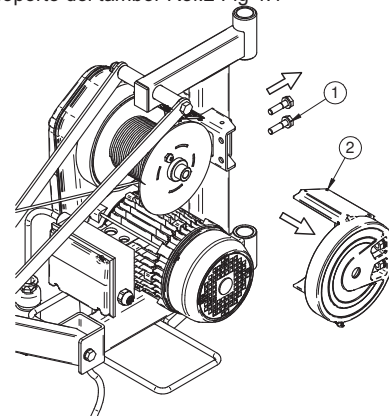

Fig. 4.1
1) desmontar el tambor desenroscando los 2 tornillos Ref.1 Fig.4.1 y quitando el soporte del tambor Ref.2 Fig.4.1